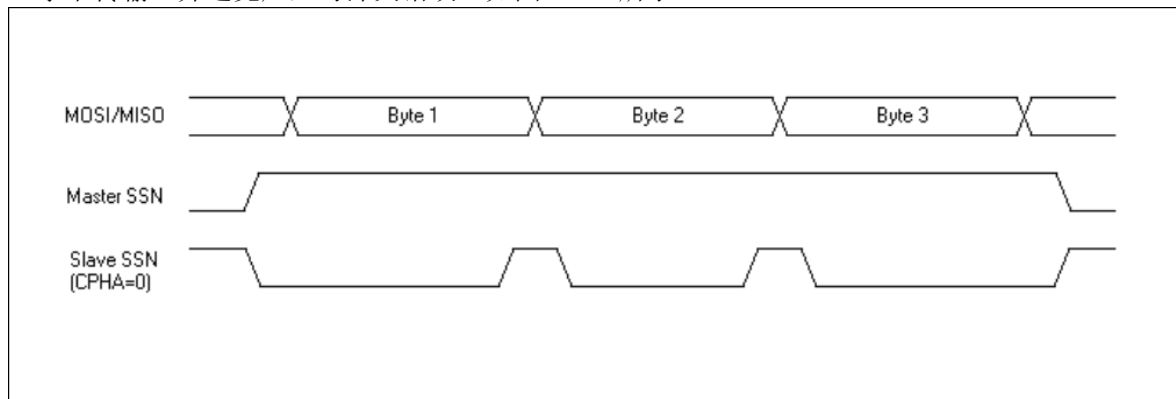
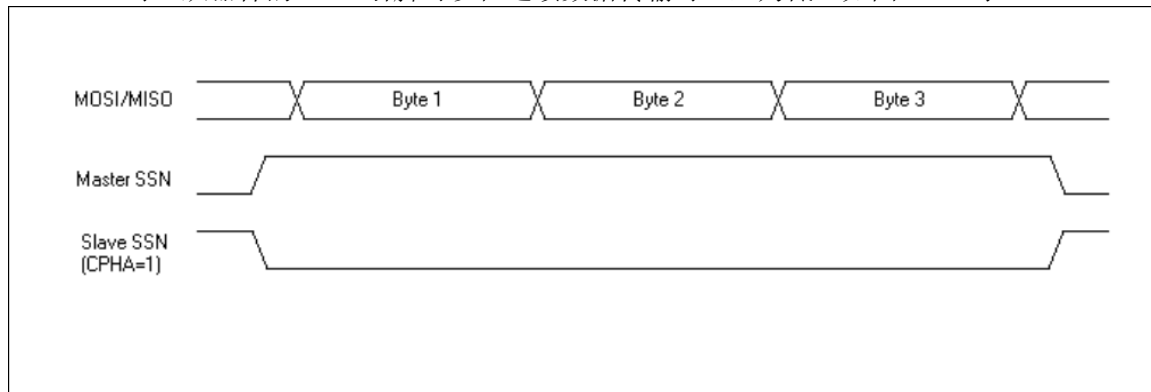

图 15-4 SPI SSN 时序图 ($CPHA=0$)
图 15-5 SPI SSN 时序图 ($CPHA=1$)
若 SPI 为从器件，则 $CPHA=0$ 时，SSN 引脚必须在每字节数据传输后拉高，以便可以拉低启动下一字节传输，并避免产生写冲突错误。如图 15-4 所示：
$CPHA=1$ 时，从器件的 SSN 引脚可以在连续数据传输时一直为低，如图 15-5 示：
- 6、从器件模式处理较为特殊，当 CPHA=0 时，从器件的 SSN 引脚拉低启动数据传输，从器件的 SSN 引脚拉高结束数据传输（即使在此之前 SPIF 中断已经产生），因为从器件不知道传输何时开始，当 SSN 引脚拉低后，MISO 引脚立即开始数据 MSB 的传输（见图 15-4）。当 CPHA=1 时，从器件在串行时钟的第一个沿启动数据传输，在 SPIF 置位后结束数据传输（见图 15-5）。